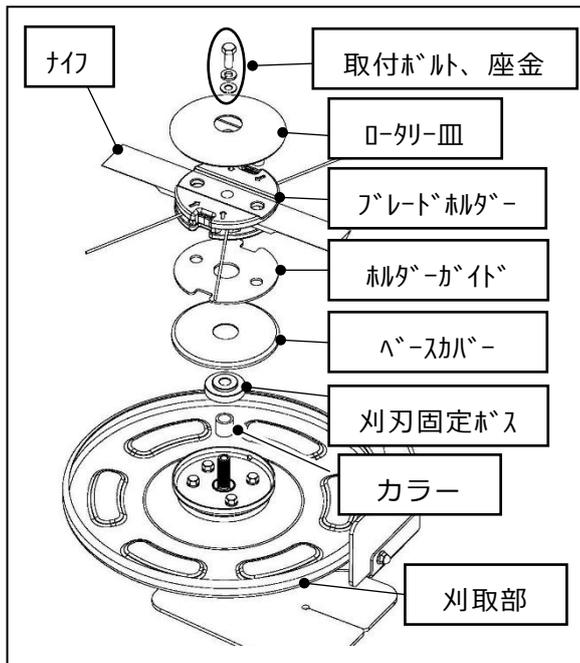

図 4
- ①刈取部の各部品と刈刃の取付け順序は図 4 の通りです。